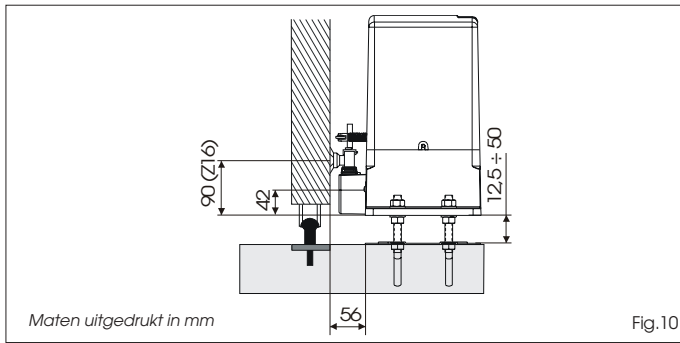

Fig.10
2) Plaats de aandrijving op de funderingsplaat met behulp van de bijgeleverde schijfjes en moeren, zoals op fig. 9 Voer tijdens deze operatie de kabels door de daarvoor bestemde openingen in het motorhuis (zie Fig. 10, ref. 9). Indien nodig is het mogelijk om de twee gaten tot één gat te maken (gebruik hiervoor een hamer), zodat er een ruimere doorgang ontstaat.
3) Stel de hoogte van de motorvertraging en de afstand tot de poort in, zie de maten van Fig.10.